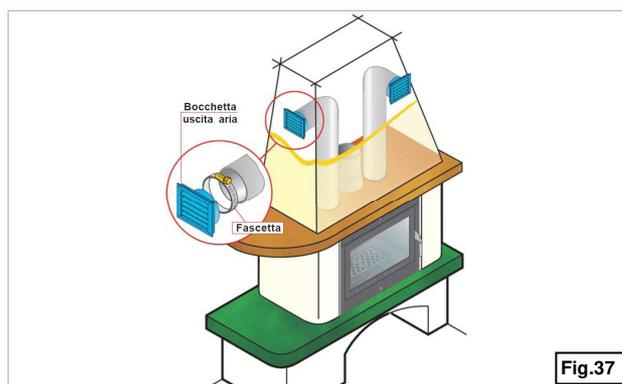

Fig.37
- Ricostruire la cappa (fig. 37) predisponendola per l'inserimento delle bocchette uscita aria. Fissare il tubo alle bocchette con le apposite fascette in dotazione.